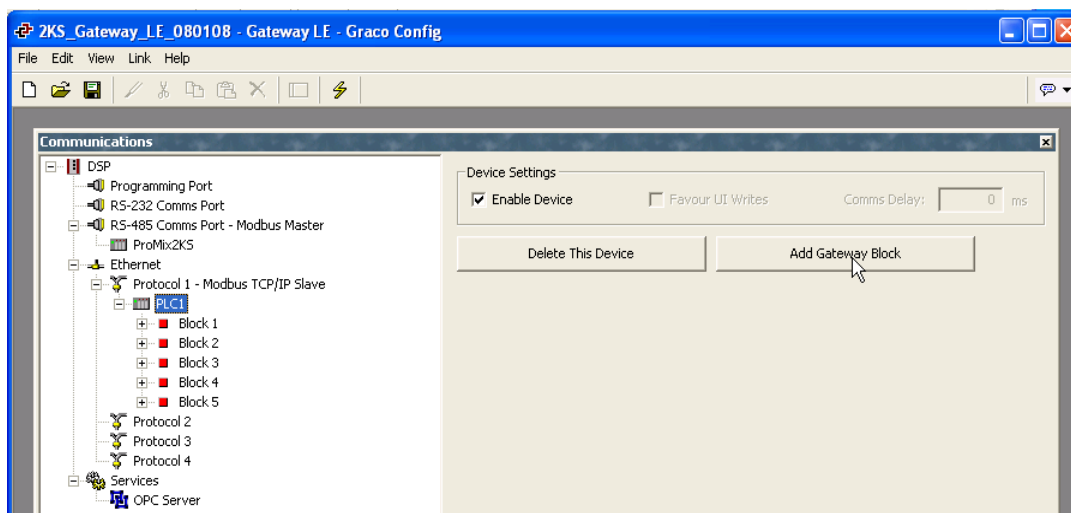

Рис. 22: Добавление блоков Gateway
4. См. Рис. 22. Добавьте нужное количество блоков Gateway в меню каждого устройства.